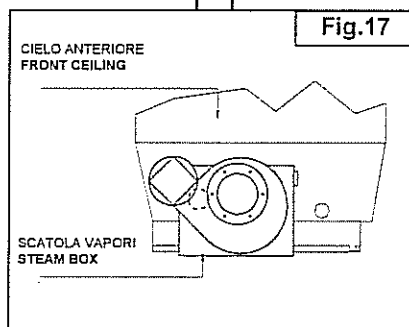

Fig.17
- Put the steam suction unit (Pos. 40) in place and secure it as shown in (Fig. 17).
-Posizionare (Fig.17) e fissare l'aspiratore vapori (Pos.40)